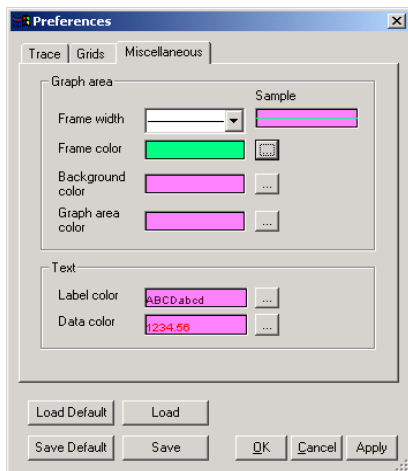

图 5-102 “Miscellaneous”选项卡
3) Miscellaneous 选项卡，如图 5-102 所示。在“Miscellaneous”选项卡中，可设定显示屏的各项属性，其中“Frame width”下拉列表框为图边框设定线宽、“Frame color”为图边框设定颜色、“Background color”为画图区背景设定颜色、“Graph area color”为画图区设定颜色、“Label color”为标示的文字设定颜色、“Data color”为资料文字设定颜色。